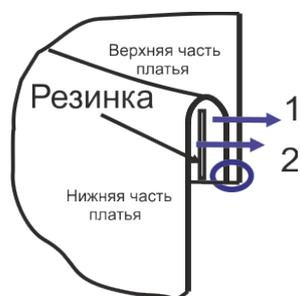

Рис.5
26. Настрочите эластичную тесьму «резинка» к припуску шва соединения верхней и нижней частей платья (Рис.5).